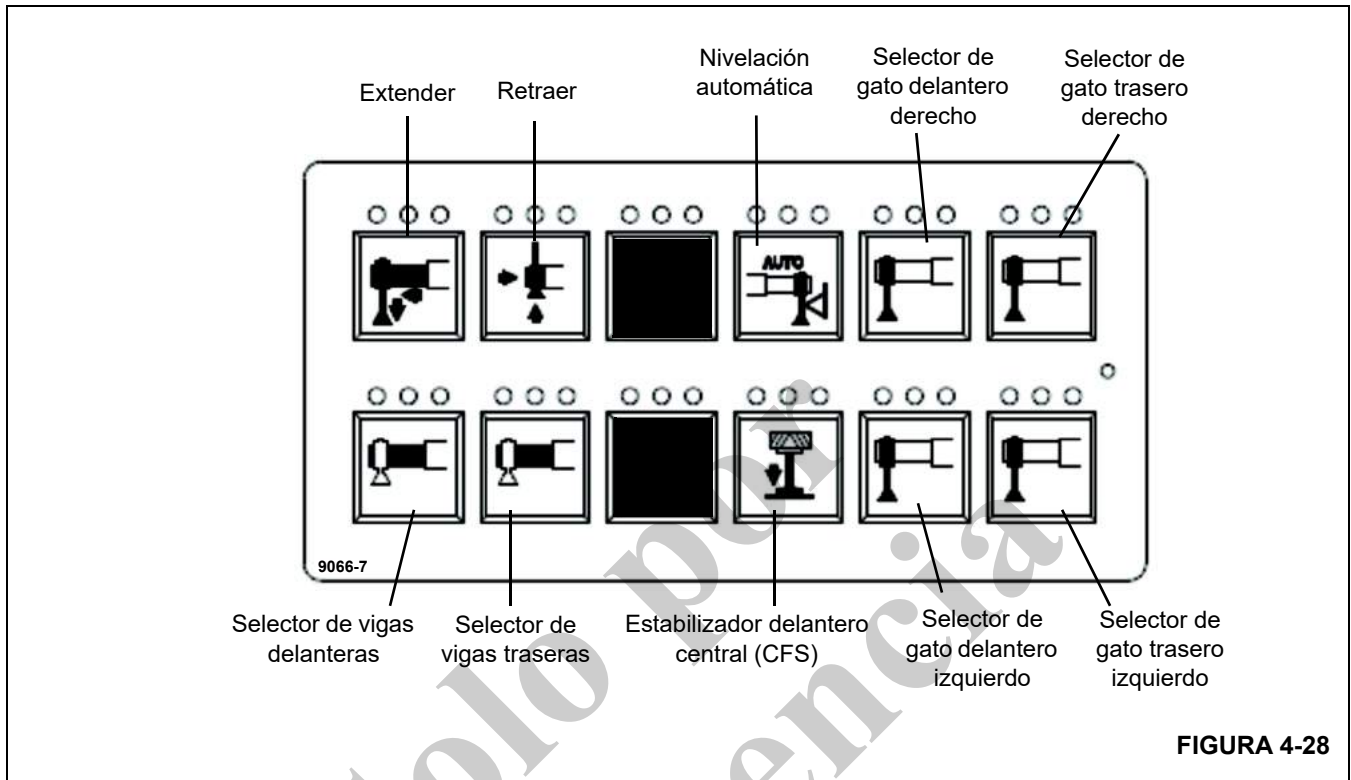

FIGURA 4-28
En los teclados del estabilizador, para activar o desactivar el modo de soporte (Figura 4-28), pulse dos veces el botón del estabilizador delantero central (CFS).
6. Retraiga los gatos principales del estabilizador delantero del suelo presionando el botón **Retract** (retracción) y los botones **Jack Selector** (selector de gatos) juntos para mover los gatos principales del estabilizador delantero del suelo (Figura 4-28).
8. Extienda los gatos del estabilizador delantero principales para que el estabilizador delantero central (CFS) se descargue y se desprenda del suelo/soporte presionando el botón **Extend** (extender) y ambos botones de **Left and Right Front Jack Selector** (selector de gatos delanteros izquierdo y derecho) juntos (Figura 4-28).
11. Extienda el CFS hasta que deje de moverse presionando juntos el botón pulsador Extend (extender) y los botones del Center Front Stabilizer (estabilizador delantero central), (Figura 4-28).